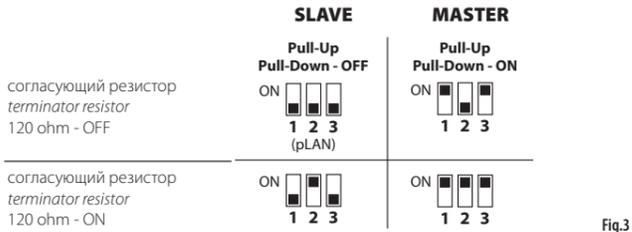

Fig.3
Последовательные порты COM1 (2), COM2	RS485 до 115,2 кбит/сек Съемный винтовой разъем, шаг 3,81 мм Экранированная витая пара AWG 20-22 для ± Lmax = 500м - момент 0,25Нм (2,2 фунт-сила-дюйм) Режим ведущий/ведомый настраивается микропереключателем (рис. 3)
COM1 (2), COM2 Serial ports	RS485 max 115,2 Kb/s Removable screw connector 3.81mm pitch Shielded twisted pair cable AWG 20-22 for ± Lmax = 500m - tightening torque 0.25Nm (2.2lbf x in) Master/Slave set via dipswitch (Fig.3)